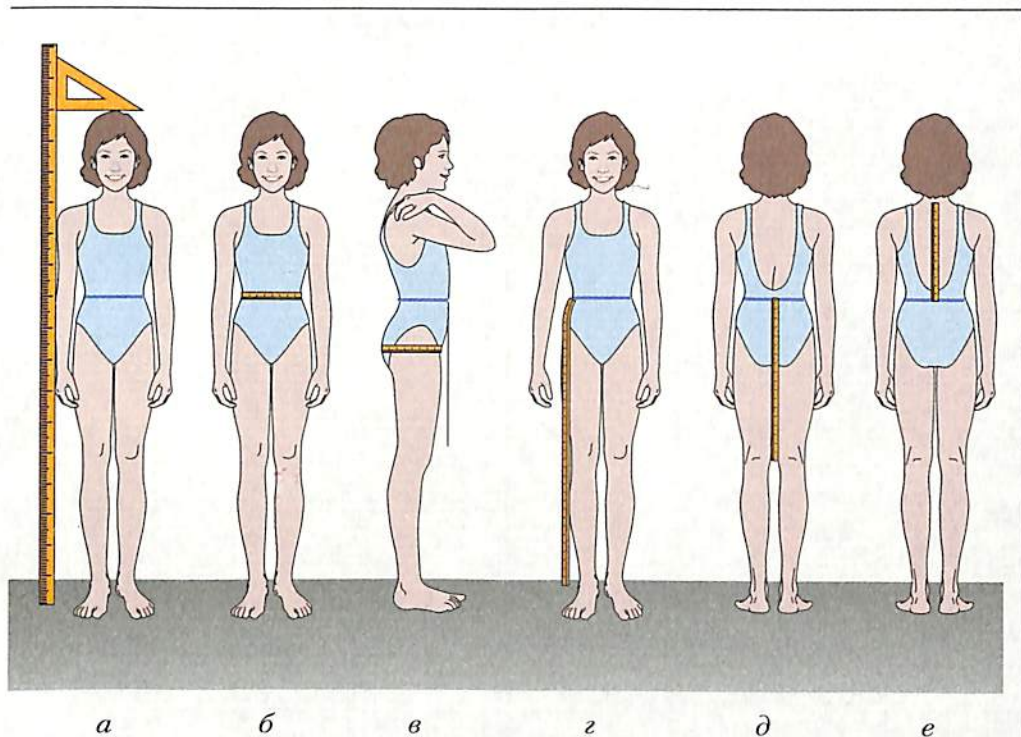

Рис. 32. Снятие мерок: *а* – рост; *б* – обхват талии; *в* – обхват бёдер; *г* – длина брюк; *д* – длина юбки; *е* – длина спины
**Рост.** Снять обувь, встать спиной к стене. Руки опущены. На уровне макушки сделать метку (не портить при этом стену!), а затем измерить расстояние от пола до метки (рис. 32, *а*).
**Обхват талии (От).** Сантиметровая лента должна проходить горизонтально вокруг туловища на уровне талии (рис. 32, *б*).
**Обхват бёдер (Об).** Сантиметровая лента проходит горизонтально вокруг бёдер: сзади – по выступающим точкам ягодиц, спереди – с учётом выпуклости живота (рис. 32, *в*).
**Длина поясного изделия (Ди)** – сантиметровая лента проходит строго вертикально от линии талии до желаемой длины изделия: для брюк – по линии бока (рис. 32, *г*), для юбки – по линии середины спины (рис. 32, *д*).
**Длина спины (Дсп).** Измеряется от седьмого шейного позвонка по позвоночнику до шнура на линии талии (рис. 32, *е*). С помощью этой мерки определяют положение линии бёдер на чертеже.